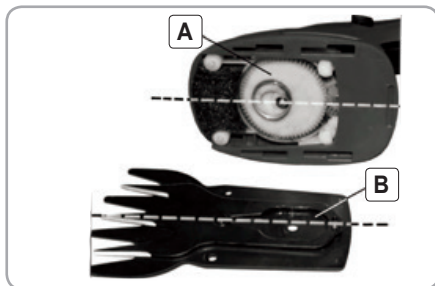

Fig.9
- Rotiți roata dințată în așa fel încât excentricul să ajungă în poziția din față (fig.9) sau în poziția din spate. Aduceți partea mobilă a cuțitului de tuns în poziția de mijloc așa încât orificiul excentricului să se afe exact centrat peste gaura cuțitului, atașați cuțitul.